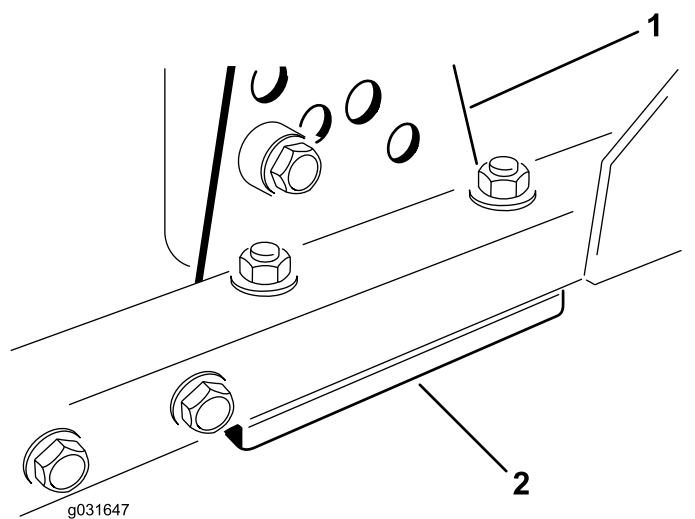

Figure 71
1. Retirez le support de hauteur de coupe (avant, gauche ou droit) du cadre du plateau de coupe (Figure 71).
2. Placez des cales de 1,5 mm et/ou une cale de 0,7 mm entre le cadre et le support du plateau pour obtenir la hauteur de coupe voulue (Figure 71).
3. Montez le support de hauteur de coupe sur le cadre du plateau en plaçant les cales restantes sous le support (Figure 71).